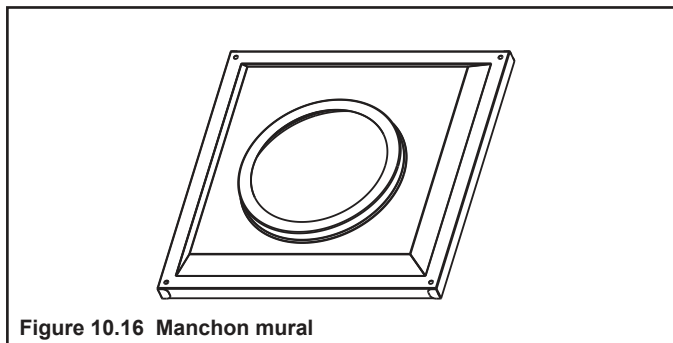

Figure 10.16 Manchon mural
- Une fois la section de tuyau et l'abat-vent raccordés, glissez le manchon mural jusqu'à la surface intérieure du mur et fixez-le avec les vis fournies. Voir la Figure 10.16.